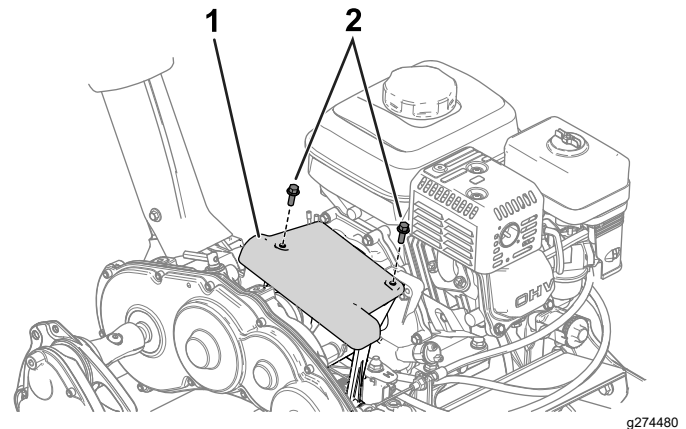

Bild 31
1. Durch Entfernen des Kupplungsdeckels (Bild 31) können Sie auf die Reibscheibe und die Druckplatte zugreifen.